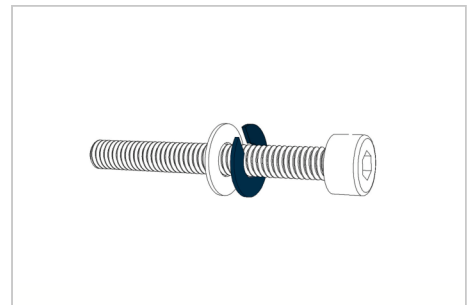

Abbildung 1
**Bevor wir anfangen:** Es ist wichtig, dass du auf die richtige Reihenfolge der langen Montageschraube achtest. Schiebe zuerst die Federscheibe (Schraibe mit Schlitz) und anschließend die normale U-Scheibe auf die Schraube auf. (Abbildung 1)